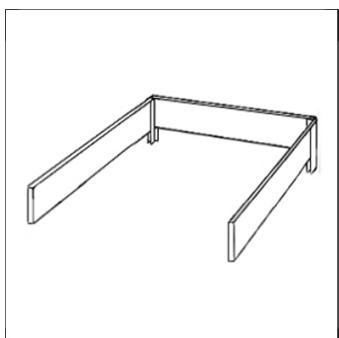

Рис. 5
5. Повторить п.3 для соединения второго основного борта (1,5м) со свободной стороной торцевого борта (0,75м.) (рис. 5)